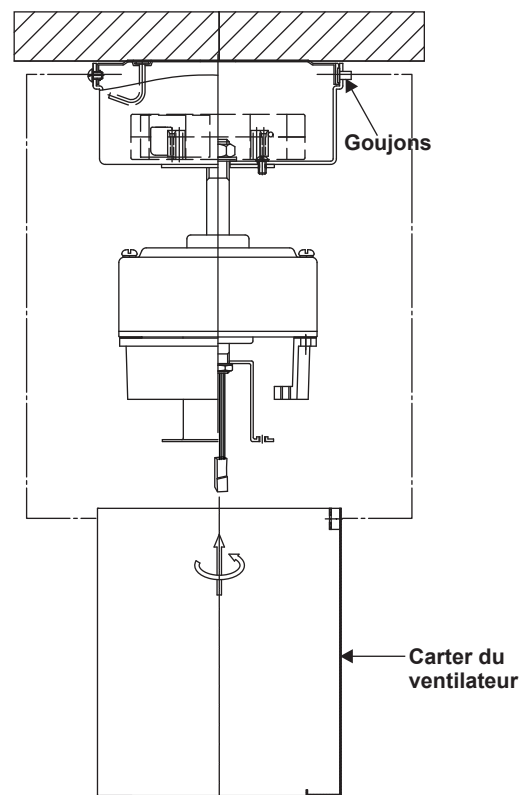

Figure 8
Étape 2. Soulevez le carter du ventilateur contre le support de montage. Les quatre supports à l'intérieur du carter du ventilateur doivent être placés contre les quatre goujons du support de montage. Tournez le carter du ventilateur dans le sens des aiguilles d'une montre jusqu'à ce qu'il soit bien ajusté. (Fig. 8)